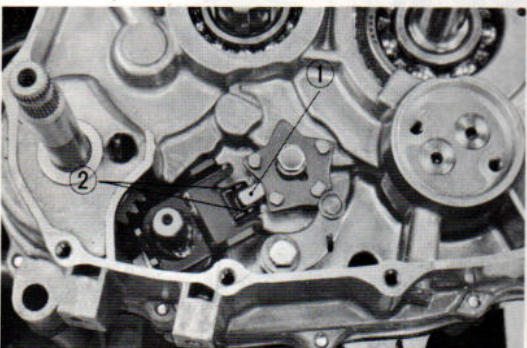

Fig. 75 Remise en place de la commande
- 2) Remonter la commande complète. (Fig. 75)